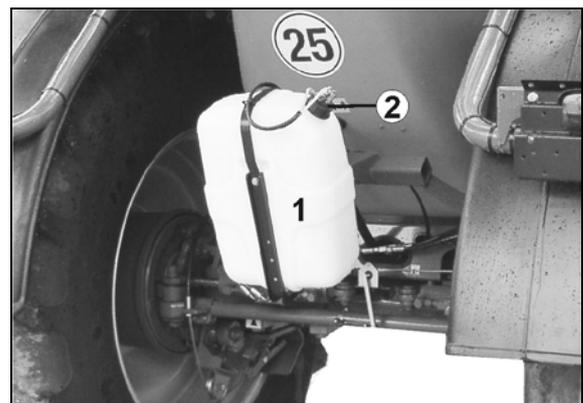

図 119
- Super (スーパー) L ブーム 図 119/...
- (1) タンク
- (2) 溝付きネジ
- (3) コンプレッサ